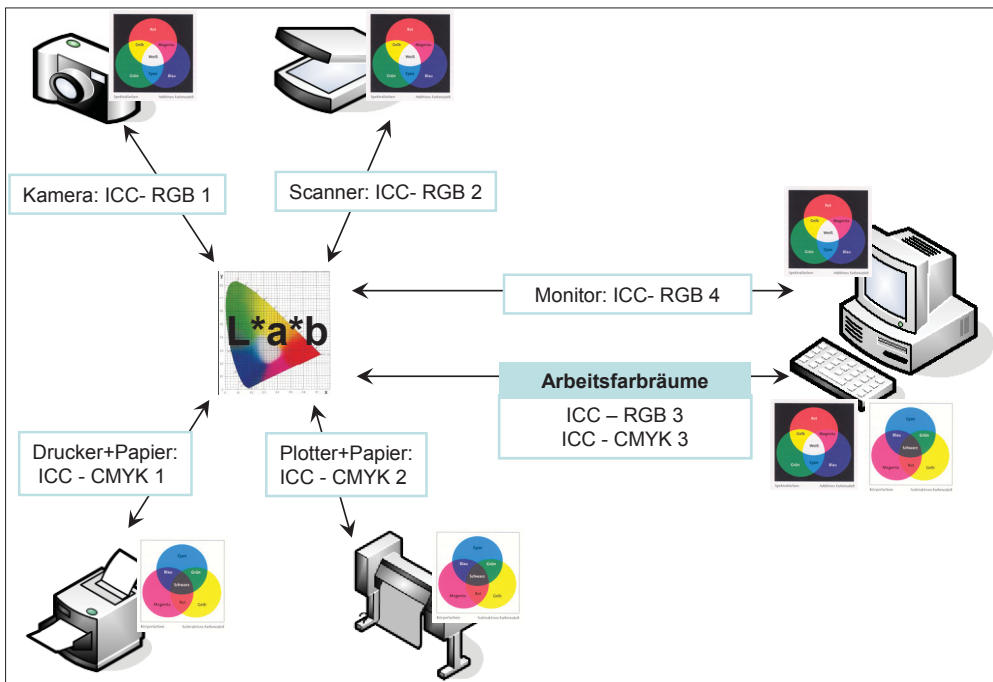

Abb. 13-5: Digitaler Workflow mit Farbmanagement
Jede Farbe ist durch ihre Lab-Werte im Lab-Referenzfarbraum eindeutig bestimmt. Jede am Workflow beteiligte Systemkomponente übersetzt mittels Profil die Lab-Farbwerte in den eigenen RGB- bzw. CMYK-Farbraum und erzeugt so die „richtige“ Farbe (Abb. 13-5).
- die Profilierung aller am Workflow beteiligten Geräte (Abb. 13-5), insbesondere des Monitors, erfolgt bzw. Geräte eingesetzt werden, für die vom Hersteller Profile bereitgestellt wurden,